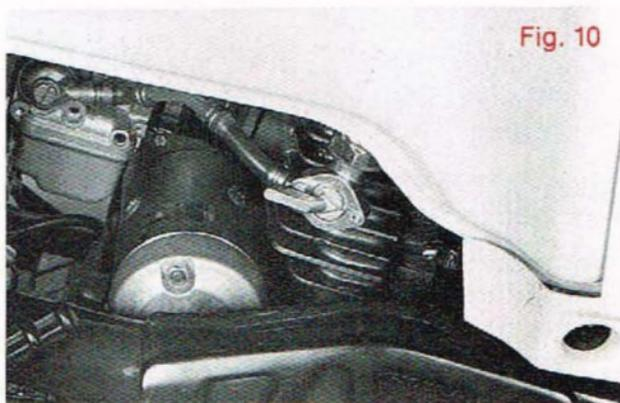

Fig. 10
- 2 - quando il carburante diminuisce sino a circa 2,5 l. (fine zona rossa), posizionare il rubinetto del serbatoio su RES (Fig. 10) per sfruttare la residua quantità di carburante sino al distributore più vicino.